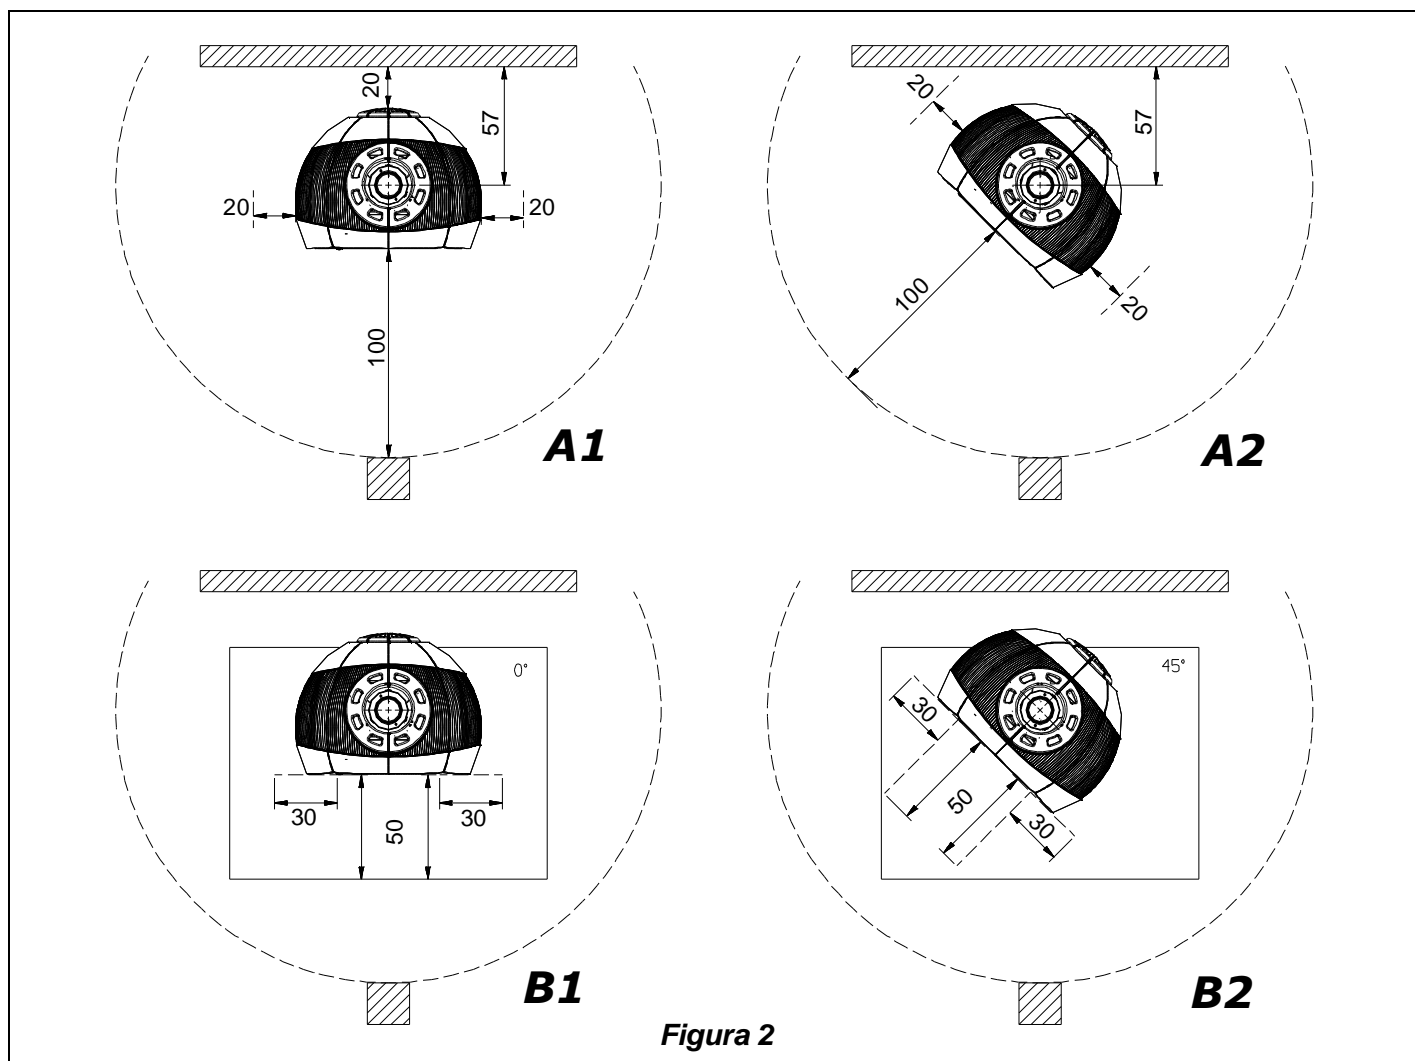

Figura 2
- a) Al fine di assicurare un sufficiente isolamento termico, rispettare la distanza minima di sicurezza dal retro e da entrambi i lati da elementi costruttivi ed oggetti infiammabili e sensibili al calore (mobili, rivestimenti di legno, stoffe ecc.) (vedi Figura 2 A1 A2). **Tutte le distanze minime di sicurezza sono**
- c) qualora il prodotto venga installato su un pavimento di materiale infiammabile, bisogna prevedere un sottofondo ignifugo. I **pavimenti in materiale infiammabile**, come moquette, parquet o sughero etc., **devono essere sostituiti** da uno strato di materiale non infiammabile, ad esempio ceramica, pietra, vetro o acciaio etc. (dimensioni secondo l'ordinamento regionale). Il sottofondo deve sporgere frontalmente di almeno **50cm** e lateralmente di almeno **30cm** oltre all'apertura della porta di carico, tenendo conto anche della possibilità di rotazione della stufa. (vedi Figura 2 **B1 B2**)